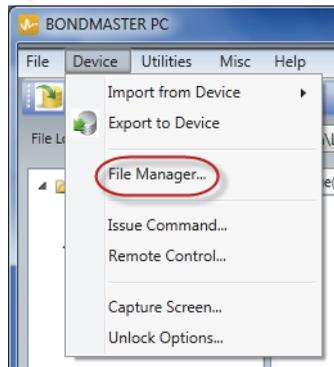

Abbildung 7-16 Befehl File Manager
- ◆ Im Menü **Device** der BondMaster PC Software klicken Sie auf **File Manager** (siehe Abbildung 7-16 auf Seite 221).